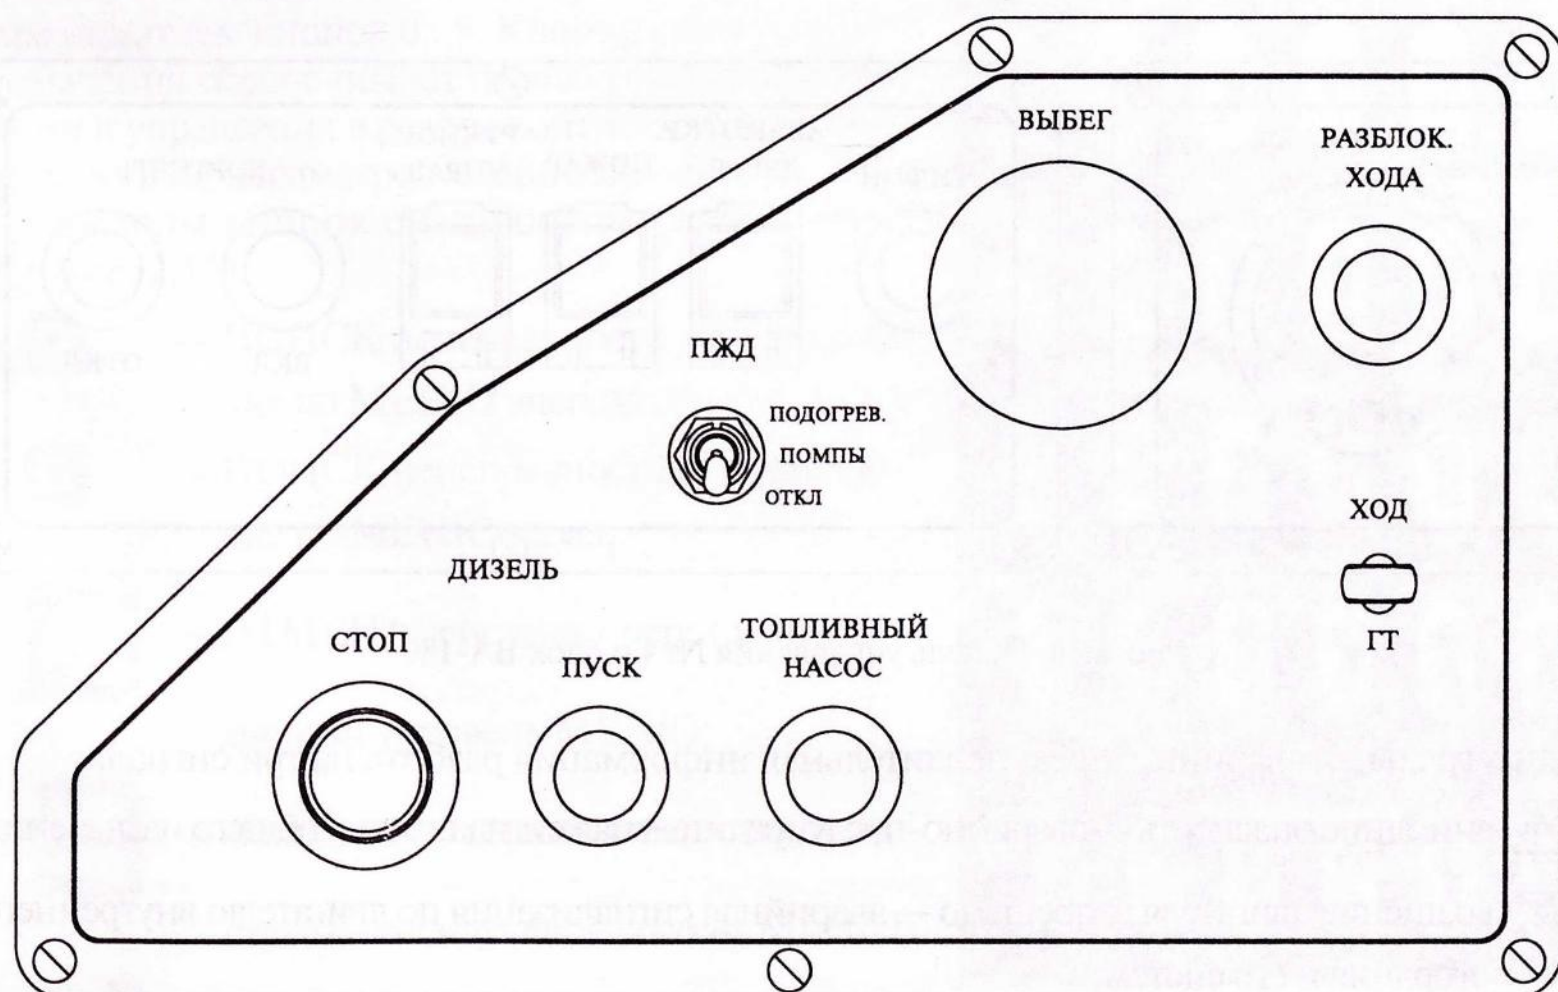

Рис. 2.12. Панель управления № 2
- панель управления № 2 (рис. 2.12);
С выключением подогревателя прекращается процесс сгорания, символ «работа ПЖД» (см. рис. 2.12) гаснет и начинается режим продувки подогревателя. Нагнетатель воздуха для поддержания горения и циркуляционный насос отключаются через 150 с.